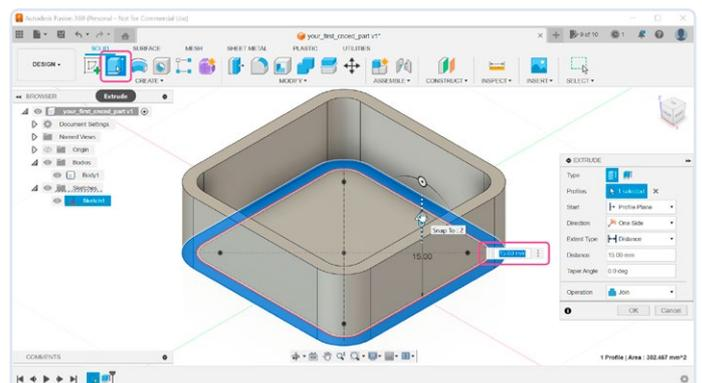

Bild 8. Einstellung der Gehäusehöhe.
8) Wir wollten die Wände extrudieren, aber sie sind plötzlich verschwunden. Keine Sorge, es ist nur die Skizze, die ausgeblendet ist. Öffnen Sie im Browser in der oberen linken Ecke (**Bild 8**) die Gruppe *Sketches* und machen Sie *Sketch1* sichtbar. Nun können Sie das Werkzeug *Extrude* aus der Werkzeugleiste auswählen und auf das außen gerundete Rechteck klicken. Geben Sie den Abstand von 15 mm ein, die spätere Höhe unseres Gehäuses.